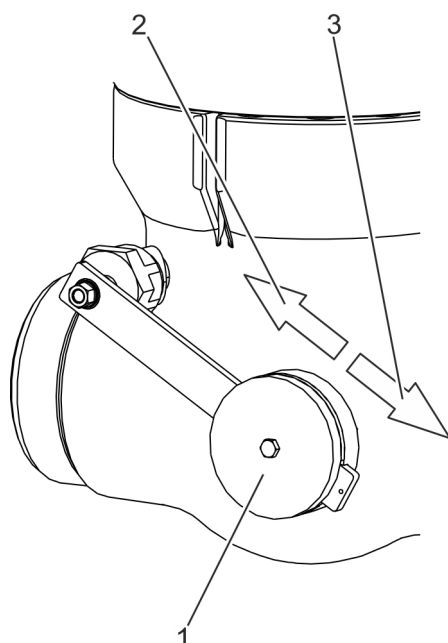

Fig. 14: Ajustar el peso
- 2.** → Desplace el peso (Fig. 14/1) en el brazo de palanca:
- Peso hacia el buje (Fig. 14/2): Reducción del efecto del cierre asistido
- Peso hacia el extremo del brazo de palanca (Fig. 14/3): Aumento del efecto del cierre asistido